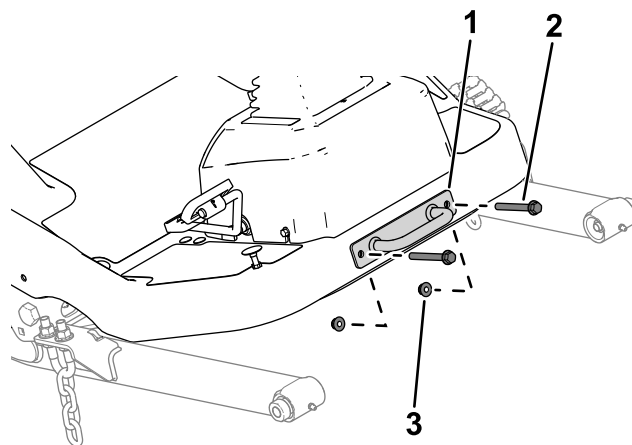

Figur 16
3. Fastgør den venstre lygteenhed og den højre lygteenhed til det venstre lygtebeslag og det højre lygtebeslag med sekskantmøtrikkerne på lygteenhederne (Figur 16).